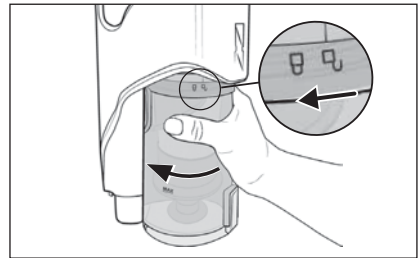

Abb. 17
- 2) Um den Staubbehälter **6** vom Gerät zu entfernen, drehen Sie ihn in Richtung des Symbols (öffnen), bis er sich vom Gerät lösen lässt (siehe Abb. 17).